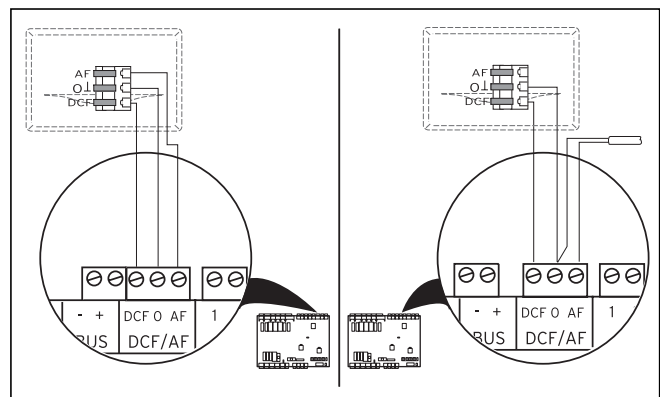

Abb. 7.14 VRC DCF-Empfänger installieren
- Verdrahten Sie den VRC DCF-Empfänger entsprechend → **Abb. 7.14**: